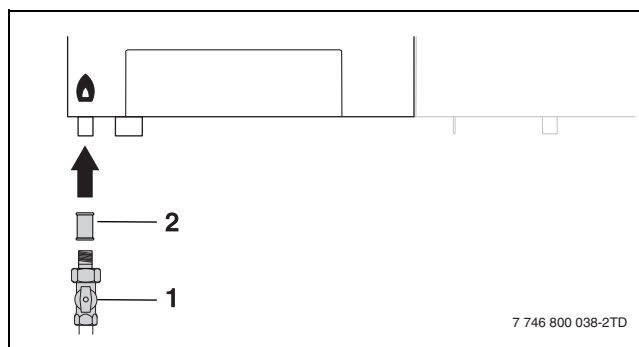

Fig. 18 Aansluiting gaszijdig
- Sluit de gasleiding spanningsvrij aan op de gaskraan (→ fig. 18).